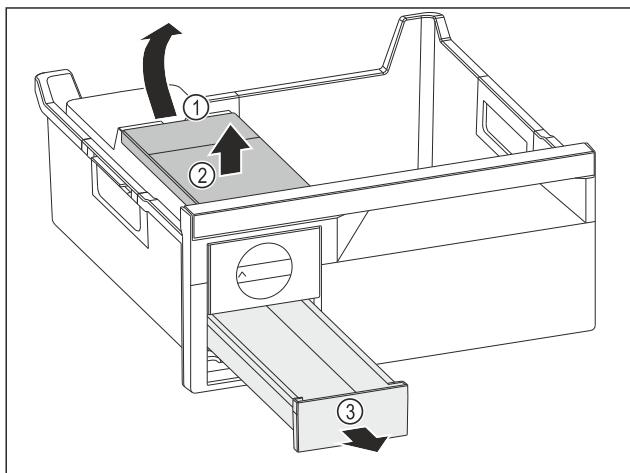

Fig. 135
- ▶ Wymywanie zbiornika wody: Zbiornik wody unieść za wycięcia Fig. 135 (1).
- ▶ Wyjąć zbiornik wody Fig. 135 (2) do góry.
- ▶ Wyjąć szufladę na kostki lodu Fig. 135 (3) do przodu.